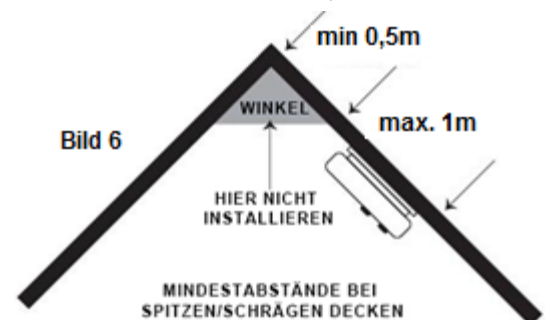

Bild 6
-Wenn das Dach oder die Zimmerdecke schräg sind, dann muss der Rauchwarnmelder in einem Abstand von mind. 0,5 m und max. 1 m zum Dachfirst montiert werden. (siehe Bild 6)